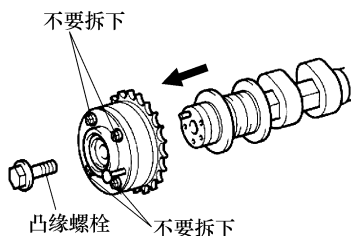

图 1-81 拆下排气凸轮轴正时齿轮
9) 拆卸排气凸轮轴正时齿轮总成。固定凸轮轴的六角头部分的同时, 拆下凸缘螺栓, 然后拆下排气凸轮轴正时齿轮总成, 如图 1-81 所示。